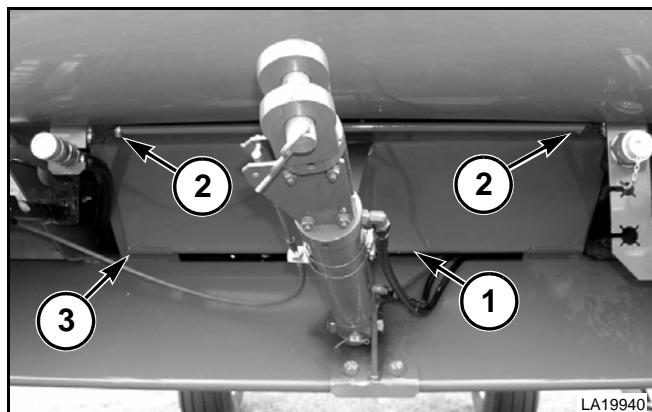

FIG. 7
**FIG. 7:** Para tener acceso al varillaje de dirección y a las conexiones eléctricas debajo de la cabina, puede quitarse el blindaje delantero (1). Para quitar el blindaje delantero, quite la tornillería (2) en cada extremo del blindaje delantero. Quite el blindaje delantero.